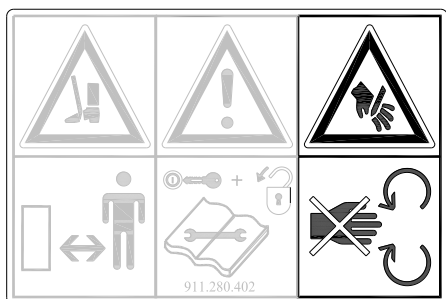
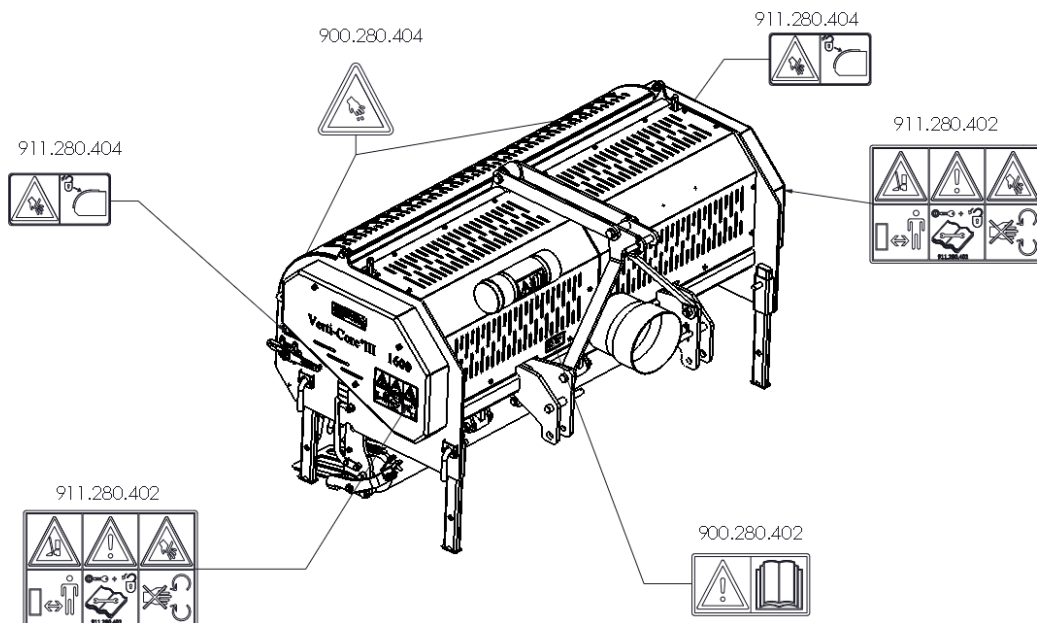

Fig. 3
Fig. 6
Aan weerszijden van de Verti-Core III zijn op het zijbord veiligheidsstickers (Fig. 3,4,5) en bij de achterkap (Fig. 6) met een gelijklopende betekenis aanwezig. Deze veiligheidsstickers moeten altijd goed zichtbaar en leesbaar zijn en moeten, wanneer deze beschadigd zijn, worden vervangen.
Tijdens bedrijf mogen er **GEEN personen in het gevarengedebied** van de Verti-Core III aanwezig zijn, omdat daar gevaar bestaat voor lichamelijk letsel door bewegende delen. (Fig. 3)
(7) Plaatsing veiligheidsstickers. (Fig. 6)